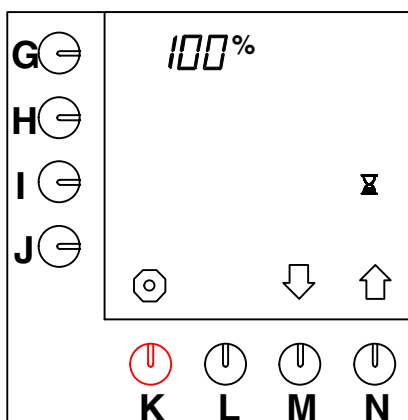

Abb. 46 Pausenzeit 100%
- Drücken Sie auf die Wahltaste (N.)↑, bis Abb.46 im Display erscheint.